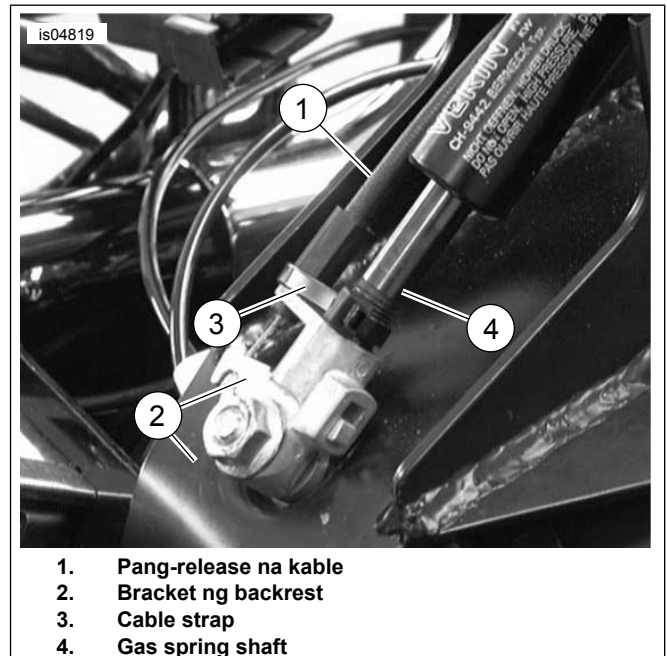

Figure 11. Ikabit ang Kable sa Bracket ng Backrest
19. Tingnan ang Figure 11 . Ikabit ang pang-release na kable (1) sa bracket na pang-mount ng backrest (2) gaya ng ipinapakita.
20. Maingat na ikabit ang kable sa shaft ng gas spring (4) gamit ang ibinigay na strap ng kable (3). Huwag higpitan nang sobra ang strap ng kable.